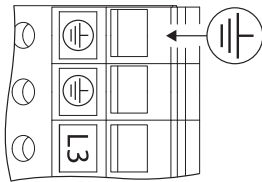

Fig. 29 : Mise à la terre supplémentaire
- En raison du courant de décharge plus élevé sur les moteurs à partir de 11 kW, il faut raccorder une mise à la terre renforcée conformément à la norme EN 61800-5-1:2008-04 (voir fig 29).